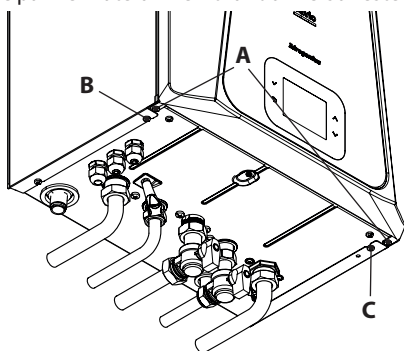
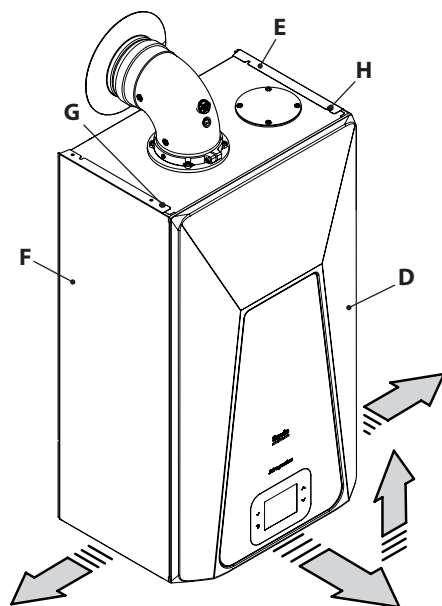

Figura 9.6
Figura 9.7
- Svitare le viti **A** e rimuovere il pannello frontale **D** tirandolo a sé e quindi spingendolo verso l'alto in modo da liberarlo dalle sedi superiori (Figura 9.6 e Figura 9.7).
Allentare le viti **B, C, G e H** in Figura 9.6 e togliere i due pannelli laterali **E e F** tirandoli verso l'esterno.